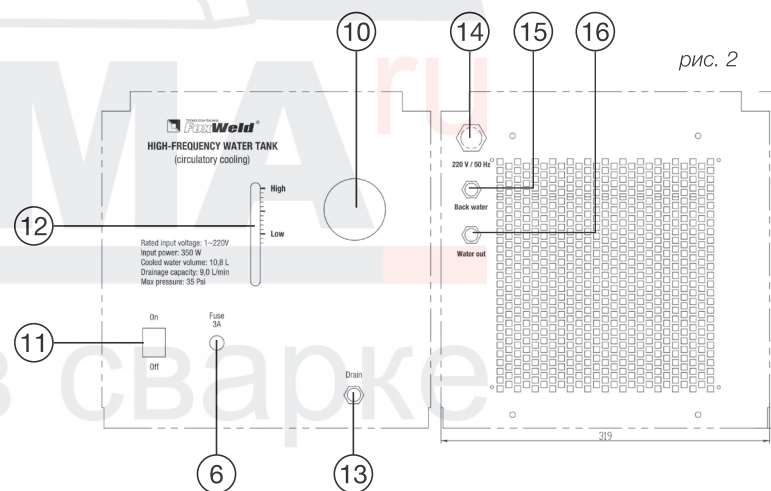

рис. 2
10. **Заливная горловина** (рис. 2)
11. **Кнопка включения блока охлаждения** (рис. 2)
12. **Индикатор уровня охлаждающей жидкости** (рис. 2)
13. **Сливная пробка** (рис. 2)
14. **Сетевой кабель для подключения блока охлаждения** (рис. 2)
15. **Разъем для подключения охлаждающей жидкости** (рис. 2)
16. **Разъем для подключения охлаждающей жидкости** (рис. 2)